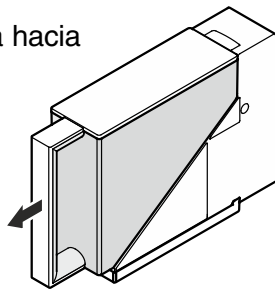

Figura 20
1. Retire el depósito de agua hacia delante (**Figura 20**).
Asegúrese de que el cajón esté completamente cerrado (**Figura 20**).